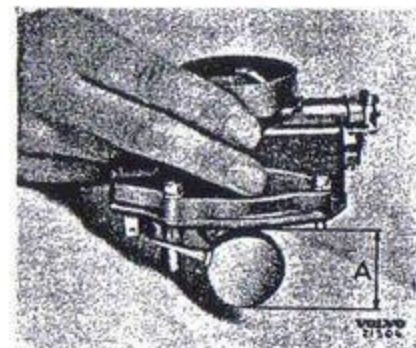

Bild 34. Mätning av flottörens läge.
- Flottörens nedre läge kontrolleras på följande sätt: Vänd locket rätt, och låt flottörerna hänga ner fritt, varvid deras undersida skall ligga $1\frac{3}{4}$ " (44,45 mm) från lockpackningens undersida (bild 34). Justeringen sker på flottörarmens tunga.